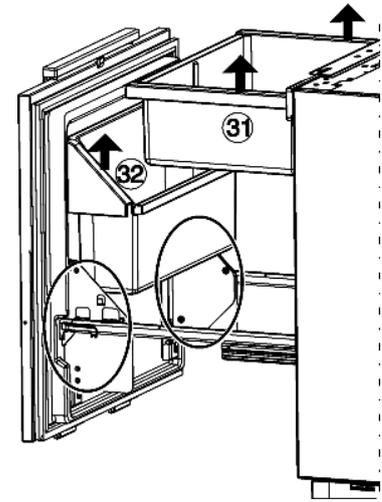

Fig. 21
- ▶ Gemüseschale *Fig. 21 (31)* und Flaschenabsteller *Fig. 21 (32)* nach oben abheben.
- ▶ Flaschenabsteller Fig. 21 (32) und Gemüseschale Fig. 21 (31) wieder einsetzen.